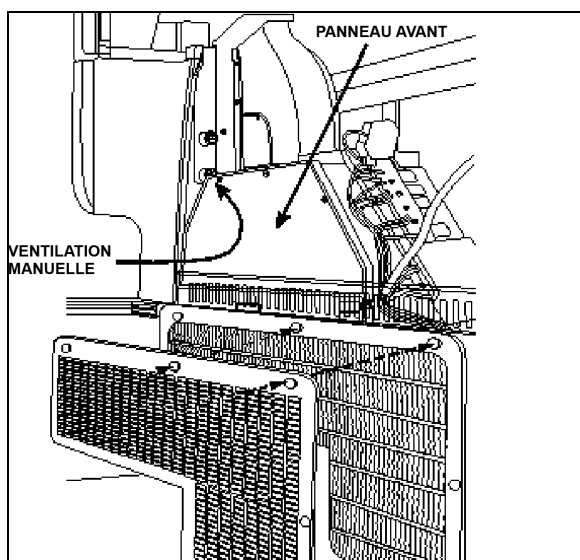
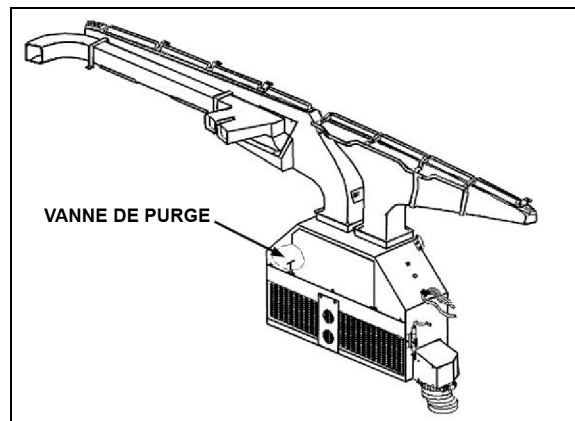
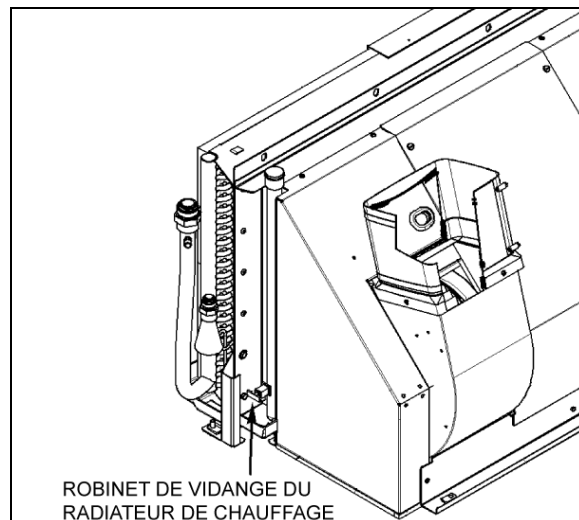

FIGURE 76 : UNITÉ DE CVC/DE DÉGIVRAGE DU CONDUCTEUR
FIGURE 77: CIRCULATION DE L'AIR DE L'UNITÉ DE CONDUCTEUR
FIGURE 82: EMBLACEMENT DU ROBINET DE VIDANGE DU RADIATEUR DE CHAUFFAGE
L'air neuf entre par l'arrière des phares de droite (séries H3) ou par la boîte de répartition d'air sous le compartiment de service avant (séries X3) et pénètre dans la boîte de mélange par l'intermédiaire d'un clapet qui peut s'ouvrir et se fermer. Le retour d'air entre par la console de droite dans la boîte de mélange. (Figure 77) Le mélange d'air passe par les serpentins de refroidissement et de chauffage, par les ventilateurs et par les tuyaux d'évacuation.
4. Depuis l'intérieur du véhicule, démonter les deux panneaux de finition à l'avant de l'unité. Enlever les trois vis qui fixent le panneau avant de l'unité. Ouvrir le robinet de vidange situé à de l'unité du conducteur. (Figure 77). Pour un drainage plus efficace, ouvrir l'évent manuel situé du côté conducteur de l'unité de CVC, s'il y en a un (FIGURE 76).
4. Ouvrir le robinet de vidange en bas du radiateur de chauffage (Figure 82). Il est possible de détacher un raccord de flexible en haut du radiateur de chauffage afin de laisser l'air entrer pendant la vidange. Le robinet de vidange principal du radiateur de chauffage se trouve dans le compartiment de l'évaporateur. Pour accéder à la soupape sur les véhicules de série X, ouvrir la porte du compartiment à bagages situé en face du compartiment de l'évaporateur (côté gauche). Ouvrir le panneau d'accès au compartiment de l'évaporateur.
Il est nécessaire de purger l'air du système de chauffage lorsque le système de chauffage a été vidangé et rempli ou après un manque de liquide et un ajout. Repérer le robinet de purge illustré à la Figure 77 et à la Figure 82, l'ouvrir et le maintenir ouvert jusqu'à ce qu'il n'y ait plus d'air qui sorte des tuyaux. Pour un drainage plus efficace, ouvrir l'évent manuel situé du côté conducteur de l'unité de CVC, s'il y en a un (FIGURE 76).